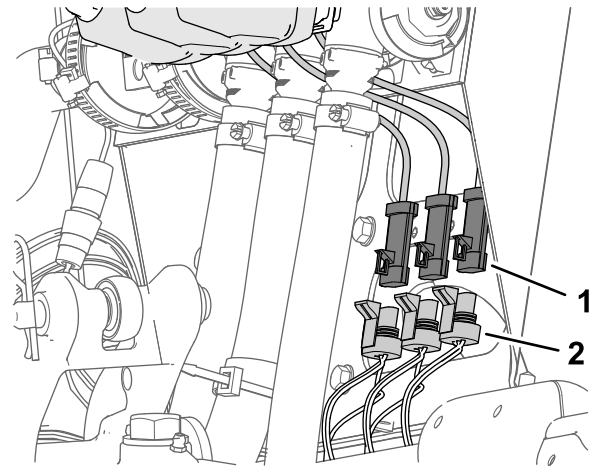

図 31
1. 3つの散布バルブアクチュエータのそれぞれについている3ピンコネクタから、車両用ワイヤハーネスの3ソケットコネクタそれぞれLEFT SPRAY VALVE、CENTER SPRAY VALVE、RIGHT SPRAY VALVEというラベルがついているを外す 図 31。